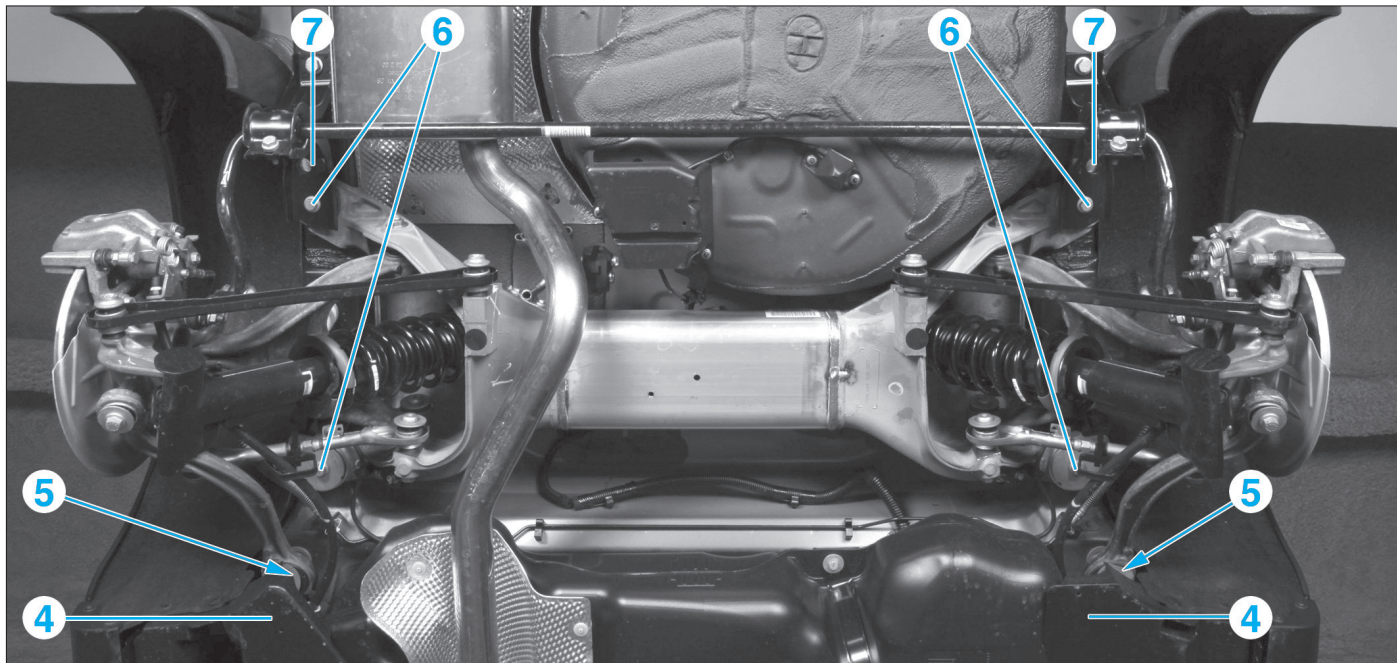

Fig. 53
- les protections (4) gauche et droite du plancher (Fig.53),
- les vis de fixation (5) des bras transversaux sur la caisse,
- les vis (6) de la traverse arrière sur la caisse,
- Mettre le véhicule en assiette de référence avant de serrer les vis (5) (Fig.53) des bras transversaux (voir opération concernée).